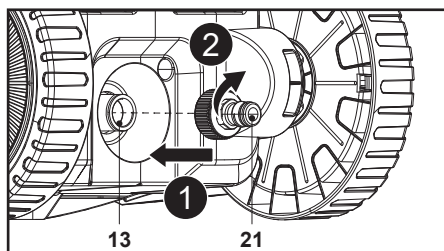

Fig. 7
Aliniază și înșurubează adaptorul (21) pe racordul de admisie a apei (13) de pe spatele aparatului (fig. 7, pașii 1, 2).